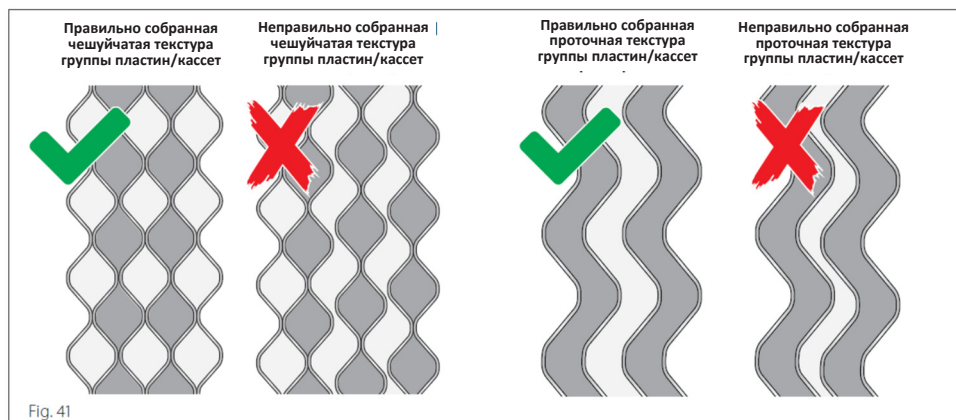

Fig. 41
- Проверьте сотовые профили пластины/кассет на однородность (смотрите рисунок 41).